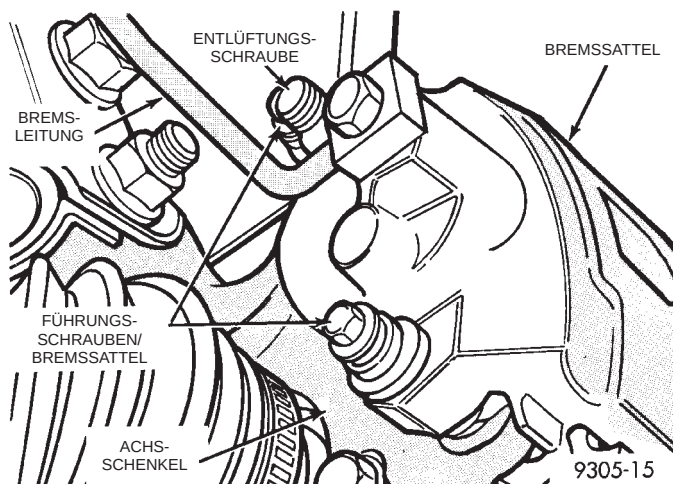

Abb. 16 Befestigung des Bremsssattels
(1) Fahrzeug anheben. Dazu Unterstellböcke oder eine Hebebühne verwenden, die am Rahmen angesetzt wird (siehe Kapitel 0, "Schmierung und Wartung", Abschnitt "Anheben des Fahrzeugs").
(2) Vorderrad abbauen.
(3) Bremssattel vom Achsschenkel abbauen (Abb. 16). Näheres hierzu siehe Abschnitt "Scheibenbremsen vorn" in Kapitel 5, "Bremsen", dieses Handbuchs.
(9) Bremssattel gemäß Anleitung im Abschnitt "Scheibenbremsen vorn" in Kapitel 5, "Bremsen", auf den Achsschenkel montieren und die Bohrungen für die Führungsschrauben ausrichten. Die beiden Führungsschrauben des Bremssattels eindrehen und mit einem Anzugsmoment von 19 N·m (168 in. lbs.) festziehen (Abb. 16).
(10) Vorderrad anbauen. Radmuttern in der vorgeschriebenen Reihenfolge bis zum halben Anzugsmoment anziehen. Dann die Muttern in derselben Reihenfolge noch einmal bis zum vollen Anzugsmoment von 129 N·m (95 ft. lbs.) festziehen.
(11) Fahrzeug auf den Boden absenken.